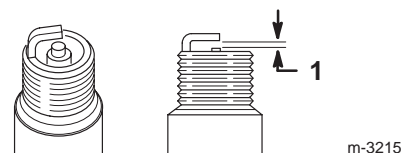

Figure 26
9. Réglez l'écartement des électrodes à 0,76 mm (0,030 pouce), comme indiqué dans la Figure 26.